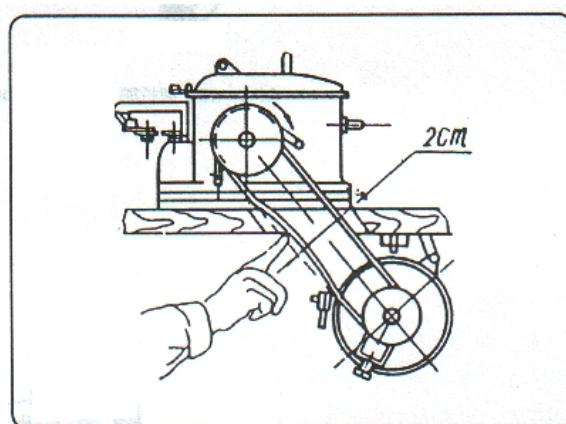

Рисунок 3-4
(1) Соберите раму машины согласно списку деталей.
(2) Соберите стол машины, электромотор, панель управления, переключатели и цепь управления согласно списку деталей.
- (3) Соберите раму машины со столом машины, и соедините ножную педаль с соответствующими деталями.
- (4) Установите основное устройство на стол машины, подложив под него предварительно демпферную подставку; пристегните их к столу двумя защёлками. Установите ремень и кожух ремня, отрегулируйте натяжение ремня. См. рисунок 3-4.
- (5) Установите систему поддержки нити, расположив поддержку нити, кольцо нити, регулятор нити и штатив нити на одной линии.